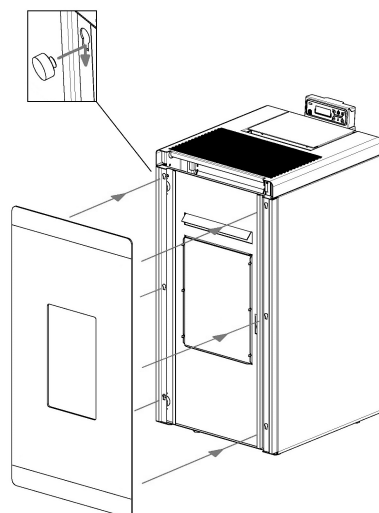

Fig. 46 - Positionner le verre
- Positionner le verre sur la porte en métal: accrocher les têtes des vis sur les trous de la porte (voir **Fig. 46**).